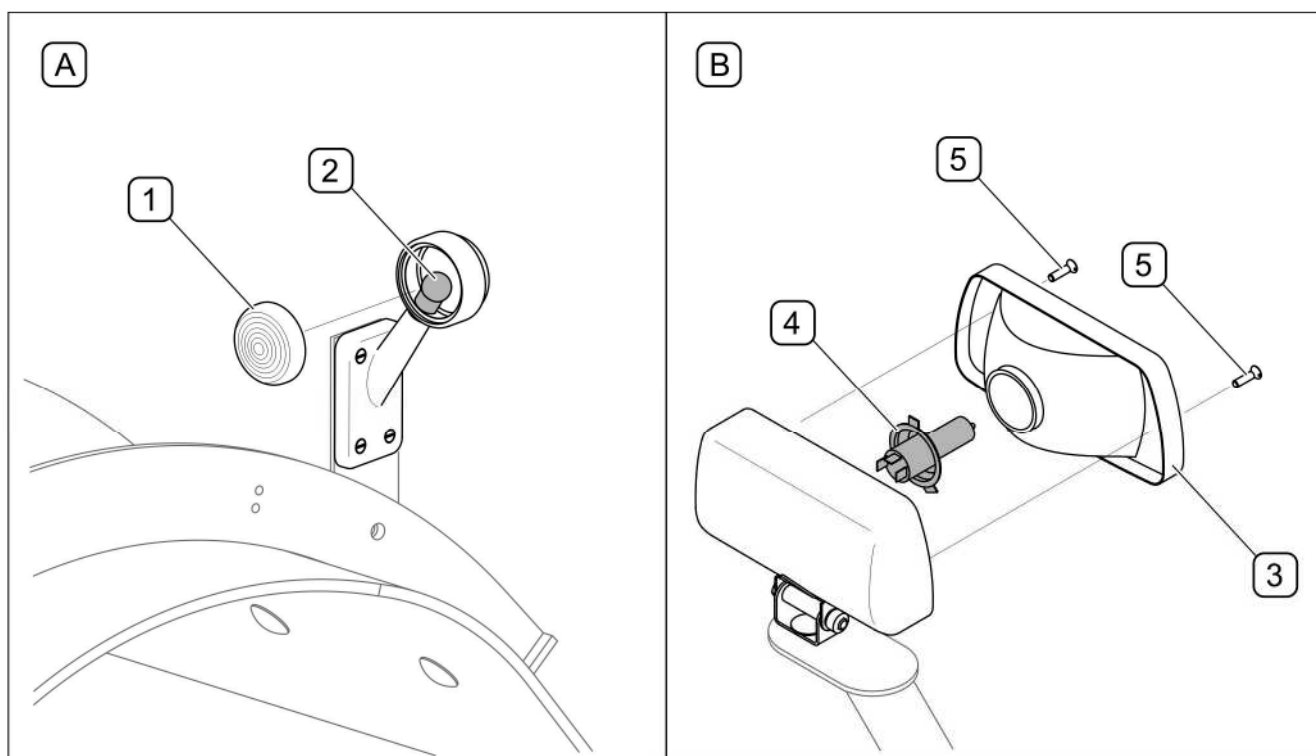

РИСУНОК 5.4 Замена лампочек.
Обслуживание электрической системы сводится к периодическому контролю функционирования системы управления и световой сигнализации. Для замены лампочки (2) габаритного фонаря (А) необходимо вынуть колпак (1) из эластичного корпуса. (РИСУНОК 5.4). Для доступа к лампочкам (4) в дополнительных рефлекторах (В) необходимо отвинтить винты (5) и снять колпак (3). Перечень элементов световой сигнализации представлен в ТАБЛИЦА 5.4